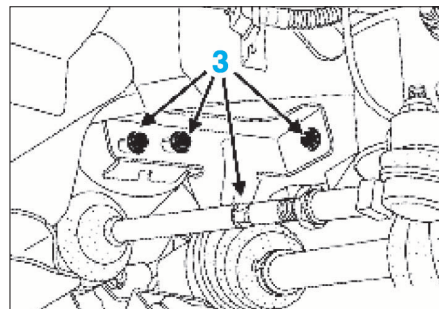

FIG. 75
- les fixations (3) puis la béquille amont (Fig.75),